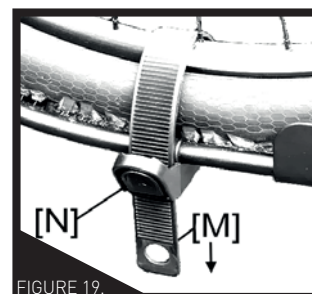

FIGURE 19.
1. Relâchez les sangles du plateau de roue [Fig 19] en tirant sur l'extrémité de la languette [A] tout en appuyant sur la languette de dégagement [B], coincez la sangle derrière la roue arrière. Tirer sur la sangle permet de libérer la boucle.